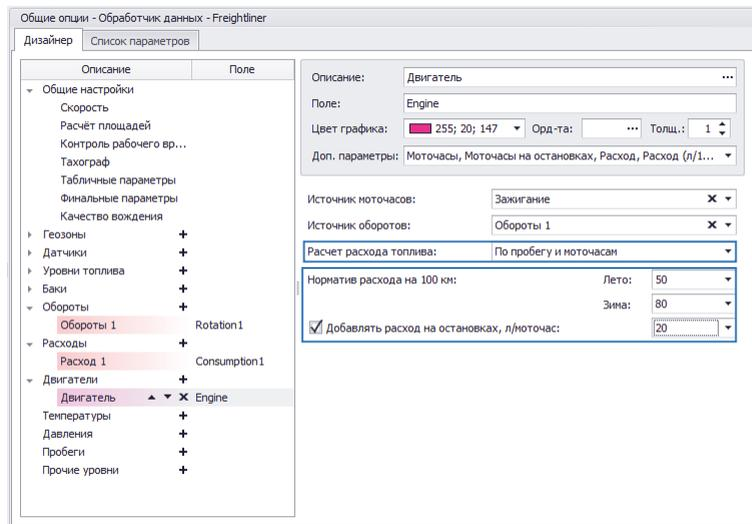

Рис.59. Расчет расхода двигателя по пробегу и моточасам.
- **По пробегу и моточасам (Рис.59)** – расход топлива вычисляется по общему пробегу ТС и времени работы двигателя по заранее известной норме расхода топлива. Время работы двигателя определяется по параметру, выбранному в поле «Источник моточасов». Для данного способа расчета расхода необходимо задать норму расхода на 100 км в летний и зимний периоды. Опция «Добавлять расход на остановках, л/час» позволяет добавить к суммарному расходу расход двигателя на остановках. По умолчанию расход на остановках не учитывается. Норма расхода на остановках должна быть задана в л/час.